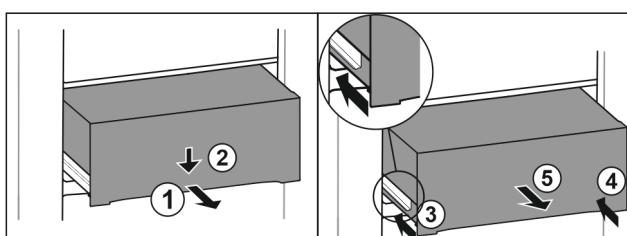

Fig. 111
- Изтеглете чекмеджето наполовина. Fig. 111 (1)
- Натиснете надолу чекмеджето от предната страна. Fig. 111 (2)
- Вкарайте лявата релса приблизително 2 см навътре. Fig. 111 (3)
- Вкарайте дясната релса приблизително 2 см навътре. Fig. 111 (4)
- Извадете чекмеджето напред. Fig. 111 (5)